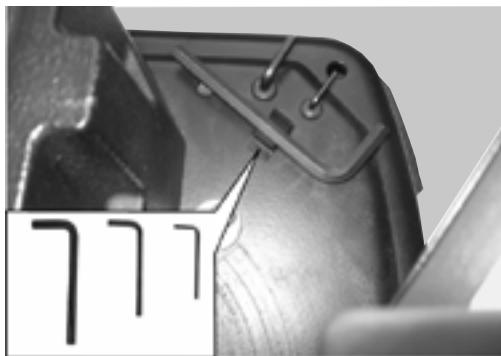
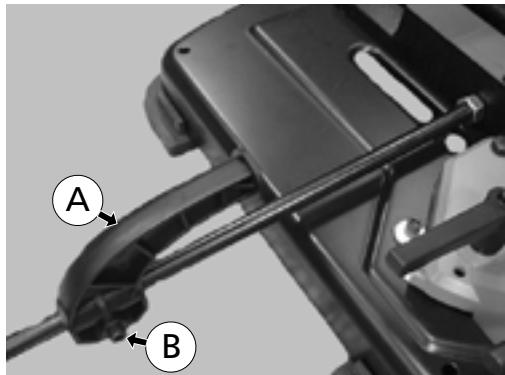

Fig. 26
Fig. 27
Estão disponíveis três chaves Allen (Fig. 26) que permitem efectuar diferentes ajustes à serra de fita.
A barra de fim de curso (A) permite ajustar o comprimento do corte, repetindo cortes com o mesmo comprimento. Para mover a barra de fim de curso, desaperte o parafuso de cabeça sextavada (B) (Fig. 27) com a chave Allen correspondente localizada na parte traseira da base da serra de fita (Fig. 26).
Elementos da Fig. 27 -